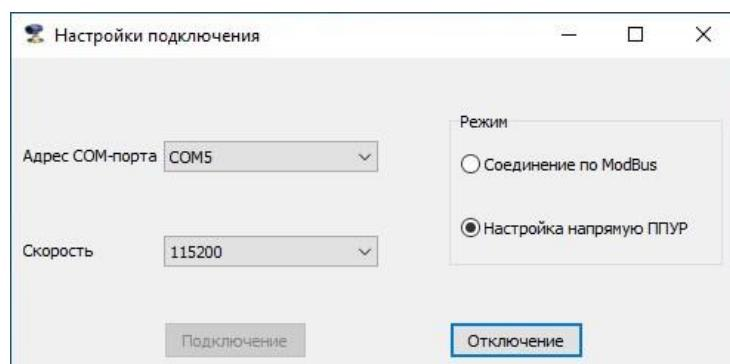

Рис.22 - Установка связи с ППУР.
7.7.1 Для точной юстировки уровнемера на месте монтажа используется раздел программы «Монитор Взлет РУ», позволяющий связаться напрямую с ППУР по интерфейсу RS-485. Для этого в окне «Настройки подключения» (рис.22) необходимо установить флагок в строке «Настройка напрямую ППУР» области «Режим» и нажать кнопку «Подключение». Необходимые параметры связи устанавливаются автоматически.